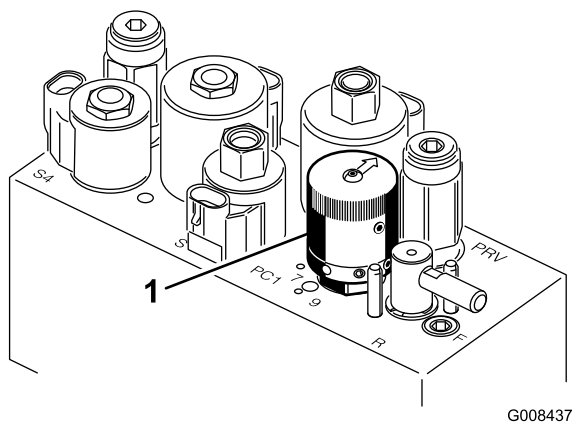

図 37
4. リールの速度を設定するには、ノブ（図 37）を回して、ノブの矢印を、所定の番号に合わせる。